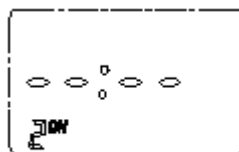

图11
4.2.3.4 重复以上步骤，设置好所有需要设定的时间，对于不需要的组请按“R”键将其消除，使液晶显示出“○ ○ ○ ○ ○”图样，如图11所示，如需恢复设定则再次按下“R”键即可。